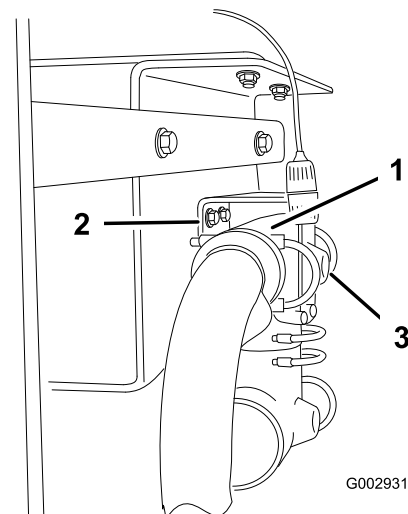

Bild 18
6. Nehmen Sie die Befestigungen ab, mit denen der T-Anschluss hinter dem Zufuhrventil des Spritzgestänges befestigt ist, damit der T-Anschluss nach unten fällt und an den Schläuchen hängt (Bild 18).
7. Bohren Sie vorne am Anschluss hinten am T-Anschluss vorsichtig ein Loch (1/4 Zoll Durchmesser) (Bild 18).